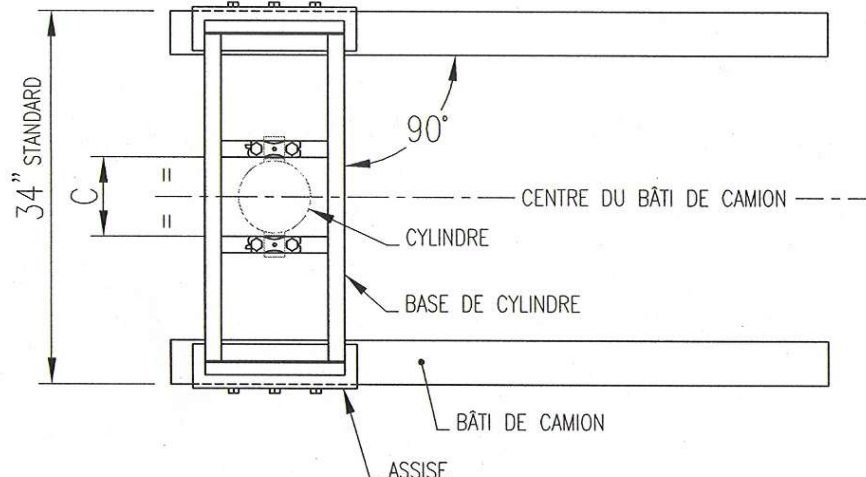

Fig. 3 – Localisation de la base de cylindre
Déposez la base sur les assises et alignez le centre de la mesure (C) au centre du bâti du camion. Assurez-vous que la base est perpendiculaire avec le bâti du camion. Soudez la base de cylindre aux assises. Voir figure 3.